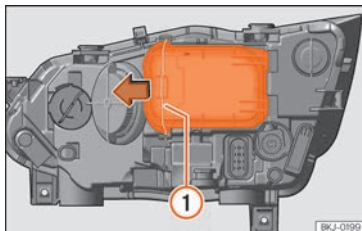

Abb. 53 Im Motorraum: Abdeckung entfernen.
- Die Strebe »» **Abb. 53** ① in Pfeilrichtung verschieben und den Deckel abnehmen.